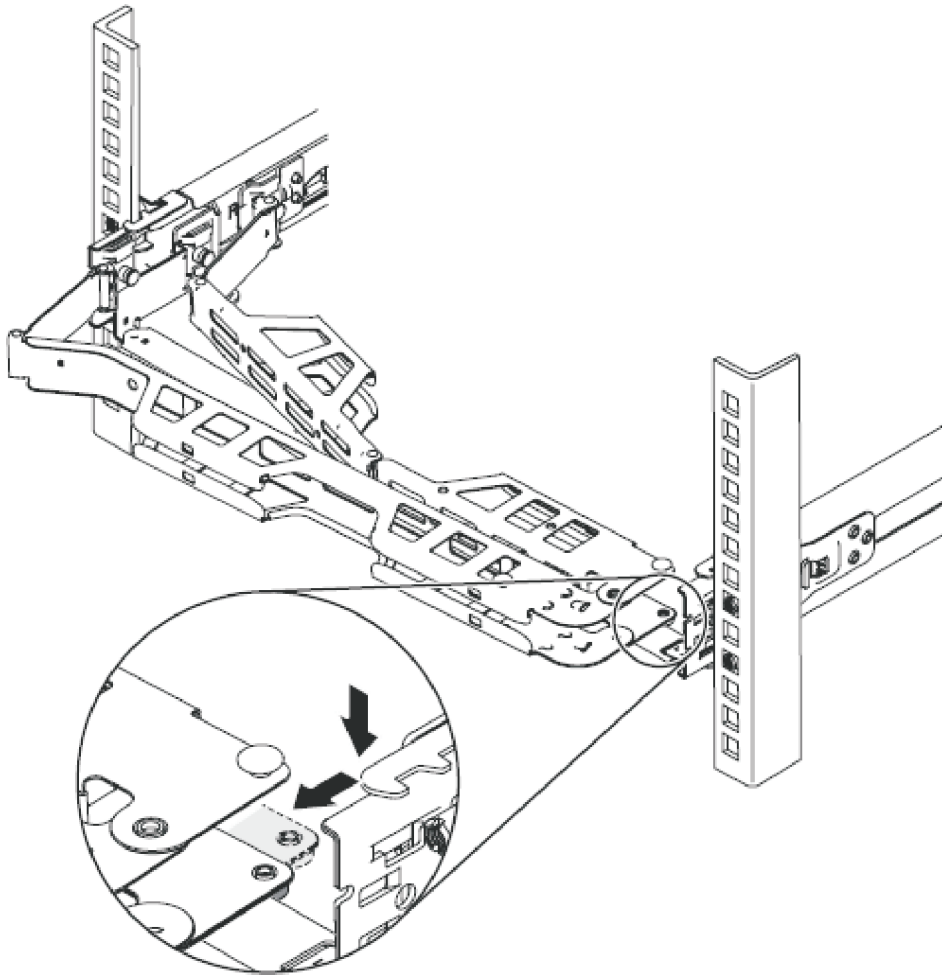

図 28. ケーブル・マネジメント・アームの位置の調整
3. ケーブル・マネジメント・アームの位置を、34 ページの図 28 に示すように調整します。